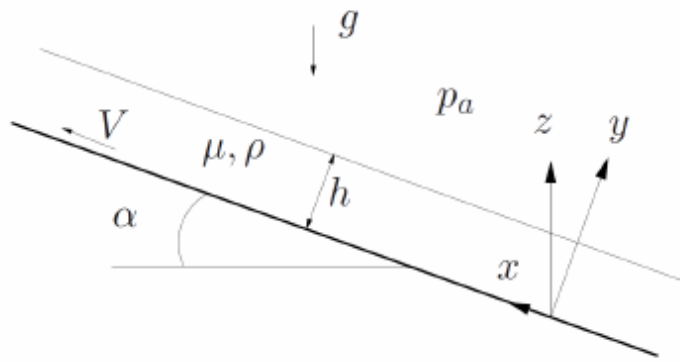

Figura 4: Cinta transportadora.
4. **CINTA TRANSPORTADORA.** Una cinta transportadora inclinada un ángulo α se utiliza para elevar un líquido de densidad ρ y viscosidad μ (figura 4). Suponiendo que la velocidad de la cinta es V , que las fuerzas de viscosidad son dominantes en el movimiento del líquido y que la altura del mismo sobre la cinta es constante e igual a h , se pide: